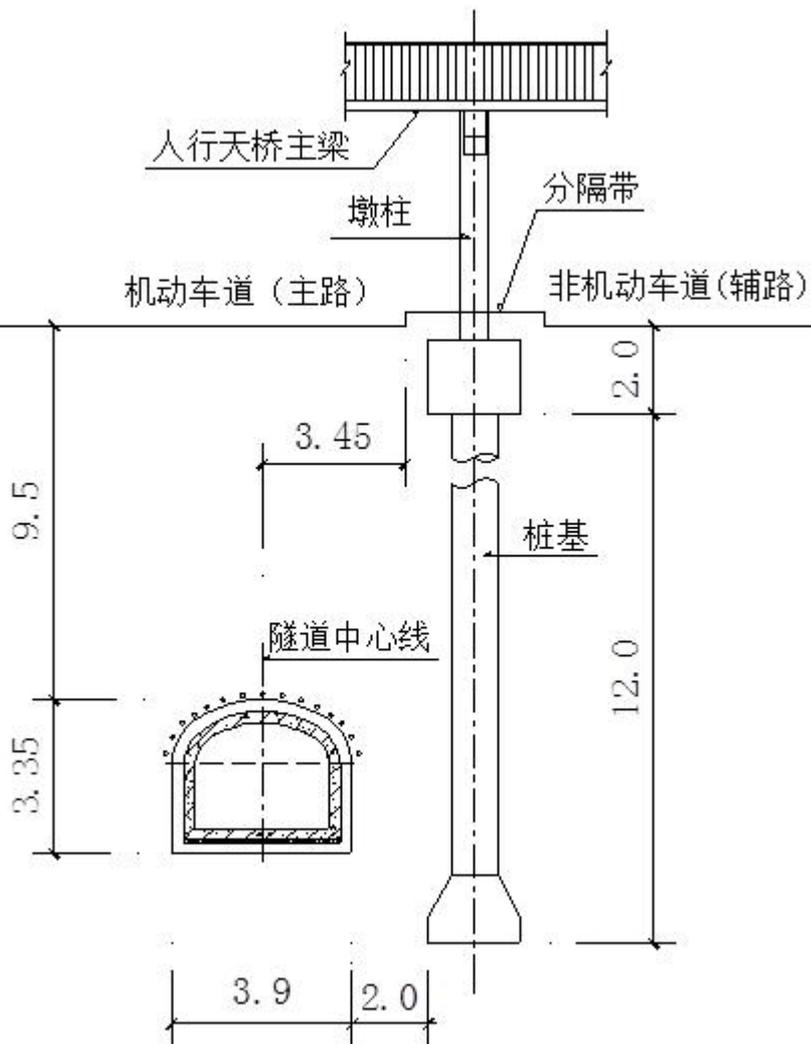

图5 下穿人行天桥隧道横断面示意图 (单位: m)
某公司承建城区防洪排涝应急管道工程,受环境条件限制,其中一段管道位于城市主干路机动车道下,垂直穿越现状人行天桥,采用浅埋暗挖隧道形式;隧道开挖断面 $3.9\text{m}\times 3.35\text{m}$,横断面布置如图5所示。
1. 根据图5,分析隧道施工对周边环境可能产生的安全风险。